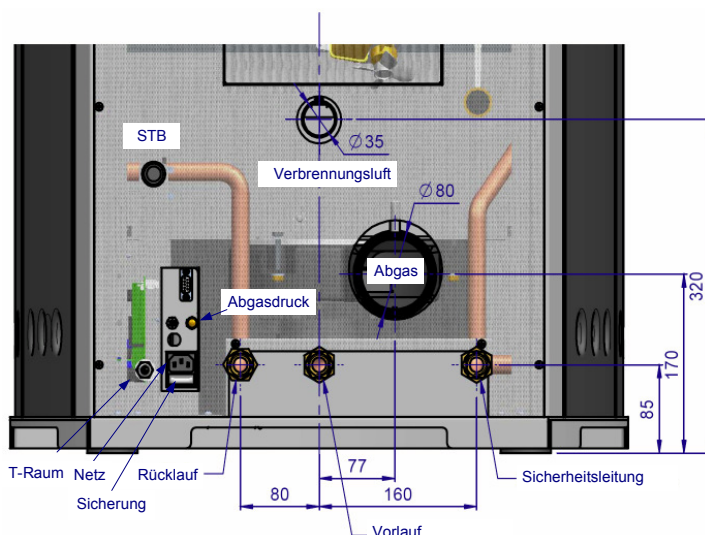

Abb. 6 Elektrischer Anschluss
- Der Ofen wird mit einem Netzkabel für einen Stromanschluss von 230 V und 50 Hz geliefert. Die Anschluss-Steckdose an der Rückseite des Ofens ist in Abb. 6, **Pos. 10** dargestellt.
- Der Anschlussstecker des mitgelieferten Raumtemperaturfühlers wird in die vorhandene Buchse (Abb. 6, **Pos. 8**) eingesteckt. Der Fühler kann dort im unteren, kalten Bereich des Ofens bleiben oder an einer für die Raumtemperaturmessung geeigneteren Stelle im Raum positioniert werden.